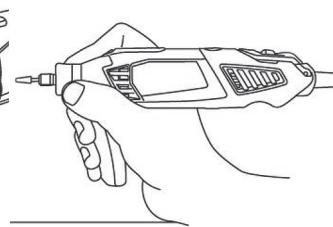

Рис. 5
3.Захват инструмента при использовании дополнительной рукоятки показан на (рис. 5.)